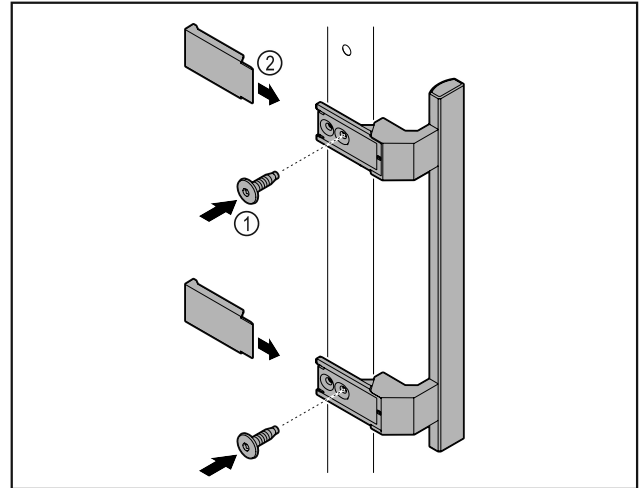

Fig. 2
- Montoni dorezën nga paketa së bashku me vidat e ofruara Fig. 2 (1) në derë.
- Vendosni kapakun mbulues Fig. 2 (2).